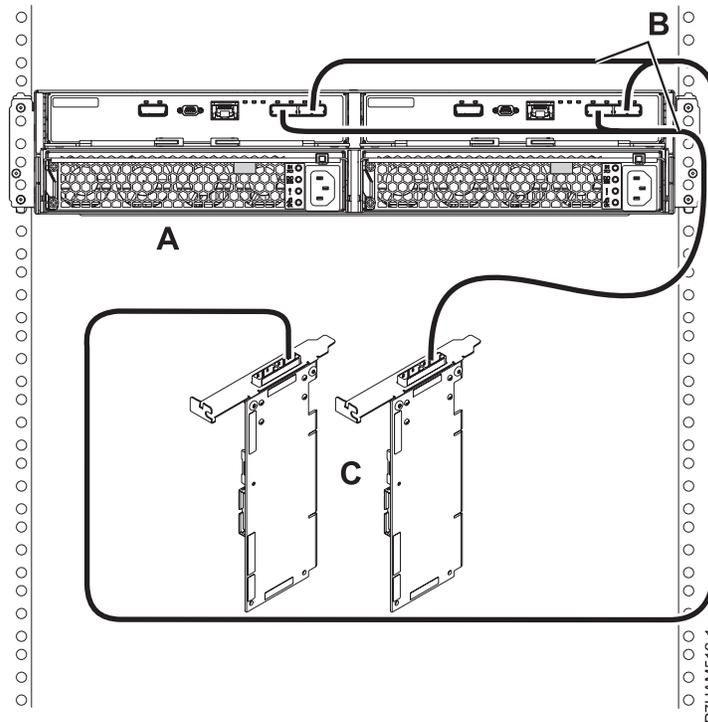

Figure 31. Mode 1 de connexion d'un boîtier d'unité de disque 58/87 via des câbles YO à une paire d'adaptateurs SAS
- k. Effectuez la connexion de mode 1 d'un boîtier d'unité de disque 58/87 (A) via des câbles YO (B) vers une paire d'adaptateurs SAS (C), comme illustré dans la figure 31, à la page 30.
- Chaque adaptateur SAS de la paire (C) peut accéder aux 24 baies d'unité.